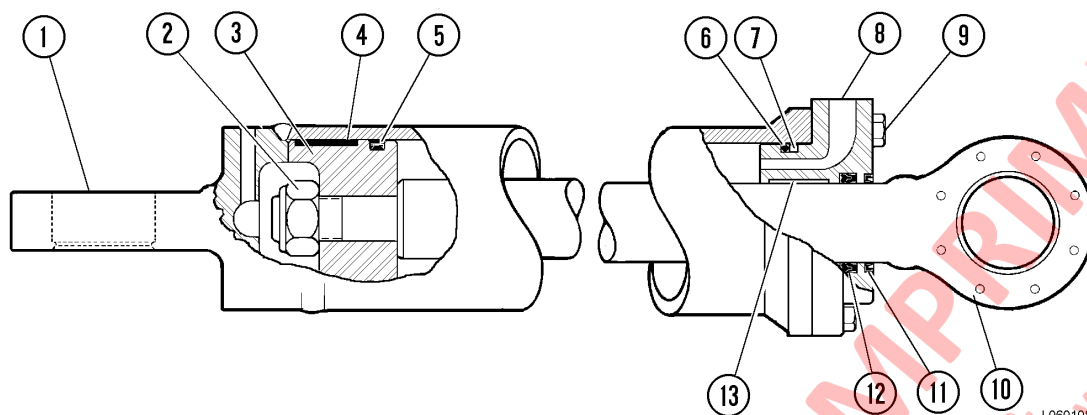

FIGURA 6-7. CONJUNTO DEL CILINDRO DE DIRECCIÓN
1. Retire los tornillos (9, Figura 6-7) y tire el vástago (10) y el sello mecánico (8) para sacarlos de la carcasa del cilindro (1).
2. Retire la tuerca de seguridad (2) y el pistón (3). Desmonte el rodamiento del pistón (4) y el sello del pistón (5) del pistón.
3. Tire el vástago (10) para sacarlo del sello mecánico (8). Retire el O-ring (6) y el anillo de respaldo (7). Retire el sello del vástago (12) y el rascador (11) del vástago. Retire el rodamiento (13).
1. Instale el conjunto del sello del pistón (5, Figura 6-7) en el pistón (3), como se indica:
- b. Retire el sello del agua y ensámblelo en el pistón. **No tarde más de 5 segundos** porque el sello se fijará permanentemente. Se puede usar el rodamiento del pistón (4) para posicionar el sello en la ranura. Aplique presión de manera pareja para evitar ladear el sello.
1. Instale el rodamiento nuevo (13, Figura 6-7), el sello del vástago (12), el rascador del vástago (11), el anillo de respaldo (7) y el O-ring (6) en el sello mecánico.
2. Empuje el vástago (10) a través de la parte superior del sello mecánico. Mueva el vástago lentamente sobre el sello del vástago y el rascador del vástago.
3. Instale el conjunto del pistón (3) en el vástago. Asegure el pistón al vástago con la tuerca de seguridad (2). Apriete la tuerca de seguridad a **3390 N·m (2 500 ft lb)**.
4. Instale cuidadosamente el vástago y el conjunto del sello mecánico en el cilindro (1). Asegúrese de que el anillo de respaldo y el O-ring no estén dañados durante la instalación del sello mecánico.
5. Instale los tornillos (9). Apriete los tornillos de manera uniforme a **420 N·m (310 ft lb)**.